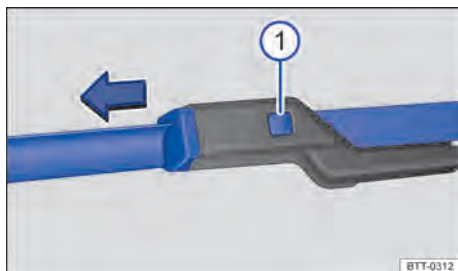

Fig. 133 Substituir as palhetas dos limpadores do para-brisa.
- Manter a tecla de destravamento → Fig. 133 ① pressionada e, ao mesmo tempo, retirar a palheta do limpador do para-brisa no sentido da seta.